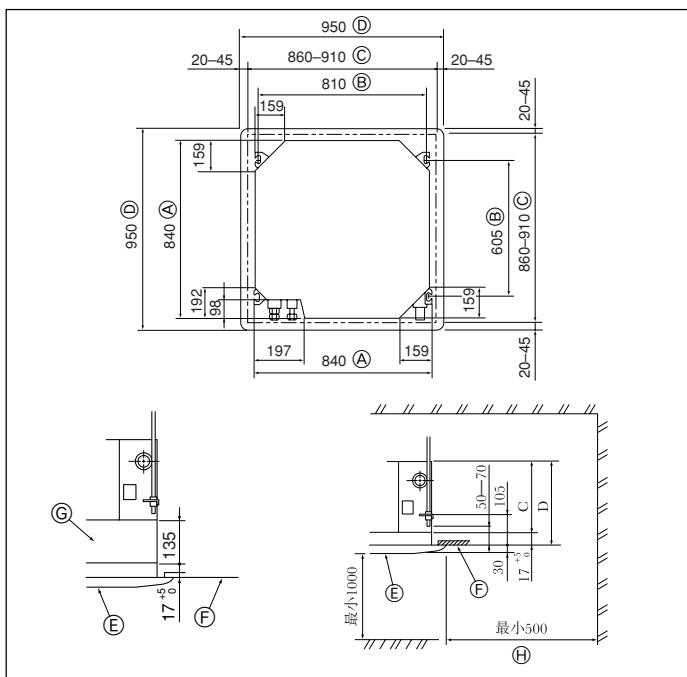

Fig. 2-2
2.2. 天花板开口及挂环螺栓的安装位置 (Fig. 2-2)
- (A) 主机的外沿